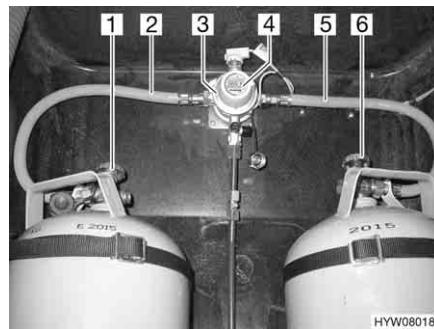
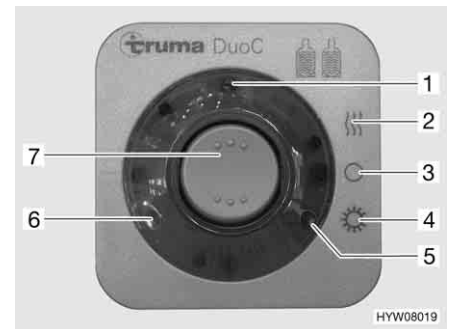

Bild 87 DuoControl-omkopplingsenhet
Bild 88 Kontrollenhet
DuoControl-omkopplingsenheten består av en omkopplingsventil (Bild 87,3) och en kontrollenhet (Bild 88). Omkopplingsventilen är monterad mellan gas slangarna (Bild 87,2 och 5). Med vredet (Bild 87,4) på omkopplingsventilen ställer du in vilken gasflaska som ska användas som driftflaska och vilken som ska användas som reservflaska.
Med kontrollenheten (Bild 88) kan endast de elektriska funktionerna styras. Gasflaskornas huvudavstängningsventiler (Bild 87,1 och 6) måste öppnas för hand.
Omkopplingsventilen sørjer för ett konstant gstryck, oberoende vilken gasflaska som används. De två kontrolllamporna på kontrollenheten visar nivån i driftflaskan. När den gröna kontrolllampan lyser (Bild 88,6) är driftflaskan full. När den röda kontrolllampan lyser (Bild 88,5) är driftflaskan tom. Gasförsörjningen sker då med reservflaskan.
- Öppna huvudavstängningsventilerna på gasflaskorna (Bild 87,1 och 6).
- Med vredet (Bild 87,4) på omkopplingsventilen (Bild 87,3) väljs gasflaskan, som ska prioriteras (driftflaska).
- Slå på DuoControl-omkopplingsenheten på kontrollenheten (Bild 88).
Ställ för detta vippkontakten (Bild 88,7) på vinterdrift "på och uppvärmning" (Bild 88,2) eller på somrardrift "till" (Bild 88,4). Omkopplingsventilen är nu avluftad. Den gula kontrolllampan (Bild 88,1) lyser, när vinterdrift väljs och avfrostningsanläggningen för regulatorer är påslagen.
- Ställ vippkontakten (Bild 88,7) i läge "O" (Bild 88,3). Den gula kontroll-lampan (Bild 88,1) slocknar.
- Stäng huvudavstängningsventilerna på gasflaskorna (Bild 87,1 och 6).
Kontrolllamporna på kontrollenheten (Bild 88,5 och 6) signalerar inne i fordonet, om driftflaskan är driftklar.
Ifall den gröna kontrolllampan (Bild 88,6) slocknar under drift och den röda kontrolllampan (Bild 88,5) lyser upp, är gasflaskan som har valts som driftflaska tom och måste bytas ut. Gasförbrukarna försörjs med gas från reservflaskan.